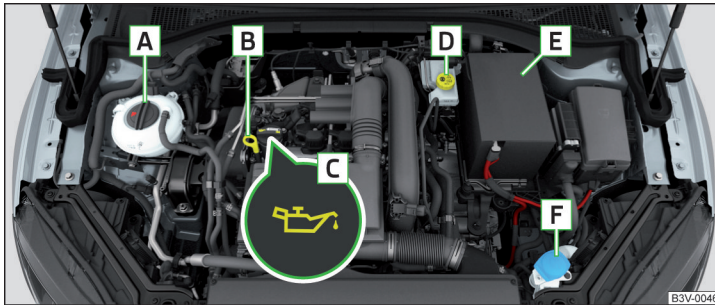

Abb. 210 Prinzipdarstellung: Motorraum
### Anordnung im Motorraum » Abb. 210
- Den Deckel der Motoröleinfüllöffnung abschrauben » Abb. 210 auf Seite 207.